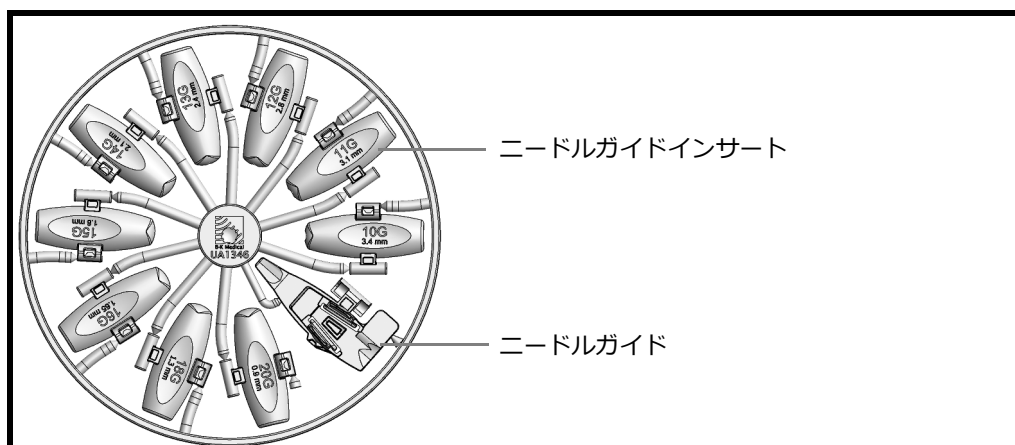

図 3。ニードルガイド UA1346 とニードルガイドインサートのパレット。
- 2 ニードルガイドと必要なニードルガイド インサートを選び、パレットから取り外してください (図3 を参照)。